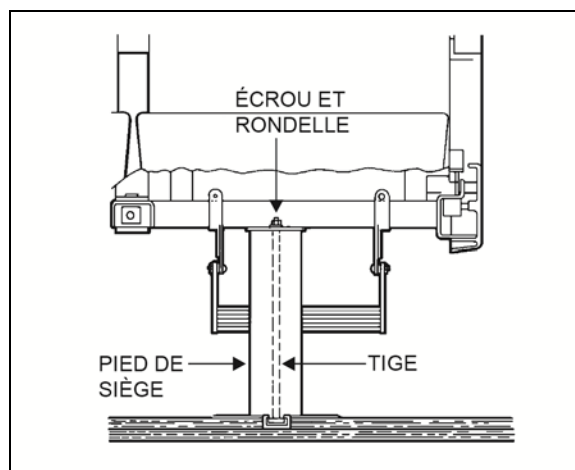

FIGURE 28 : SOCLE DU SIÈGE
4. Retirer les deux vis d'assemblage, les deux écrous et les deux rondelles qui fixent le châssis du siège au panneau latéral et retenir les deux supports. Voir les figures 28 et 29.